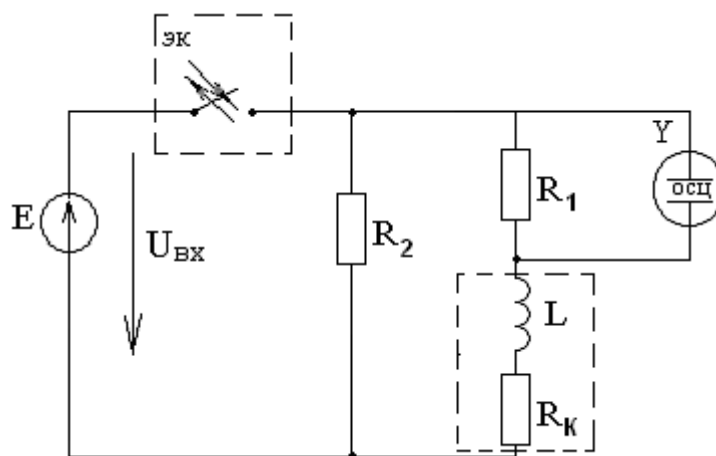

Рисунок 1.2 - Экспериментальная схема цепи RL
- 7) Чему равна постоянная времени цепи (рисунок 1.2) после размыкания ключа?
- 8) Привести уравнения, по которым изменяются $u_L(t)$, $i_L(t)$ для цепи (рисунок 1.2) после размыкания ключа и начертить их графики.
- 1.2.7 Собрать цепь (рисунок 1.2).